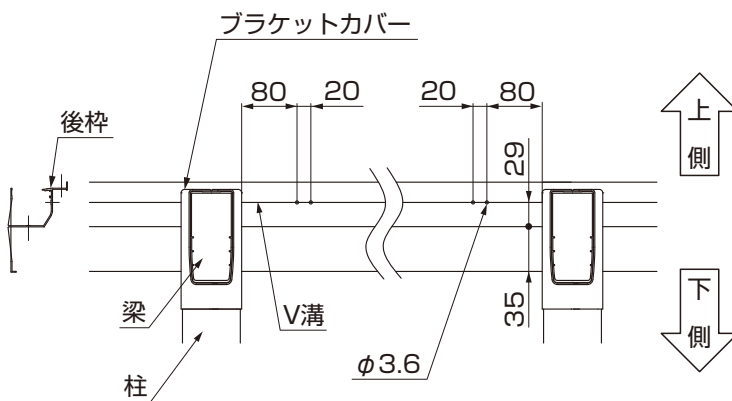

図4-5
- ① 後枠の側面にφ3.6の孔をあけてください。(図4-5参照)